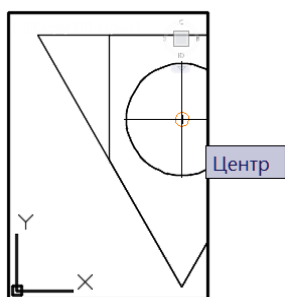

Рис. 23
- 1) на запрос первой точки секущей плоскости указателем мыши щёлкнуть вид сверху (его рамка станет активной), затем щёлкнуть точку в центре основания с помощью привязки Центр (Center) (рис. 23);